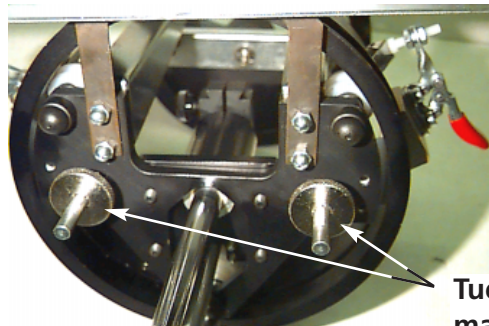

Figura 3-24
1. Desatornillen las dos tuercas de mariposa que se encuentran en la parte posterior del dispositivo de accionamiento del bastidor para gorras (vean Figura 3-24).